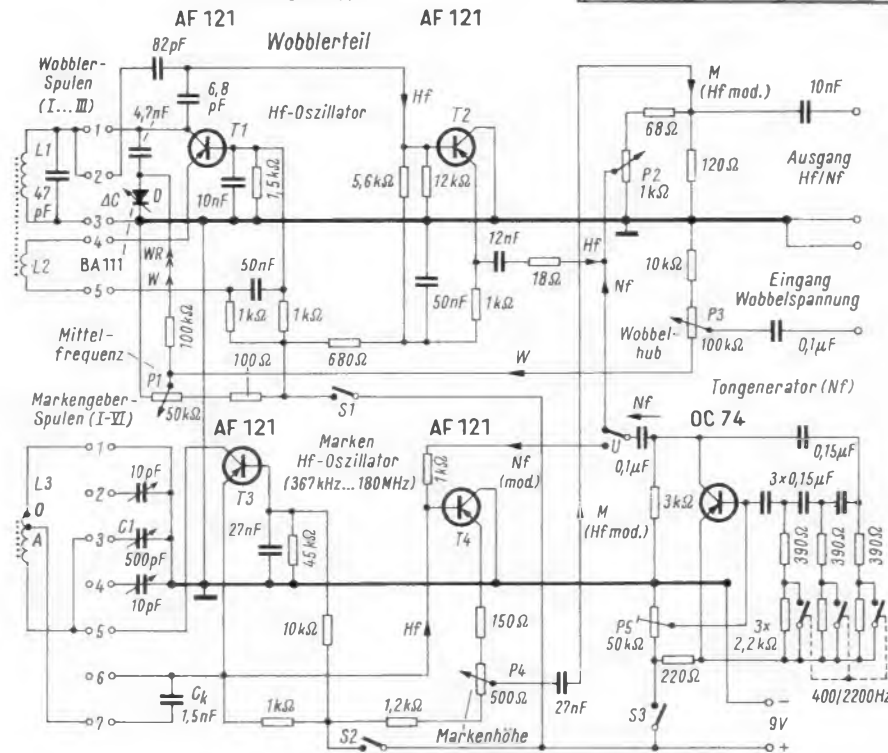
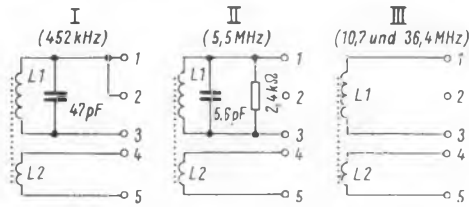
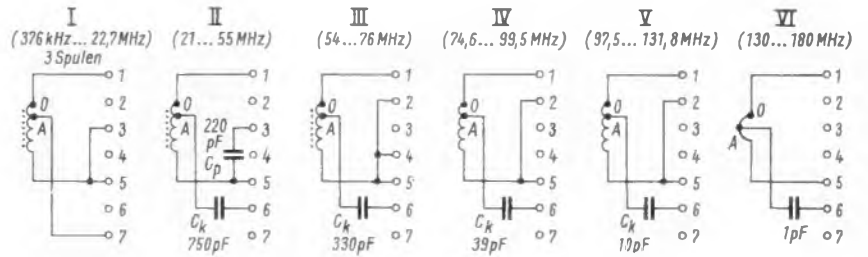

Bild 4. Gesamtschaltung des Wobblersenders und Markengebers
Bild 5. Schaltung der Spulen für den Wobler
Bild 6. Schaltung der Spulen für den Markengeber
Die Schaltung (Bild 4) gliedert sich also in drei Teile: Wobbler, Markengeber und Tongenerator. Der Wobbler hat vier Bereiche, mit denen die AM-Zwischenfrequenz (452 kHz), die Fernseh-Ton-Zwischenfrequenz (5,5 MHz), die FM-Zwischenfrequenz (10,7 MHz) und die Fernseh-Bild-Zwischenfrequenz (36,4 MHz, Mittelfrequenz) gewobbelt werden können. Die Dimensionierung der Spulen L1 und der zugehörigen Bauteile ist so ausgelegt, daß sich in jedem Bereich der notwendige Hub ergibt. Die Voreinstellung der Mittelfrequenz erfolgt durch den Eisenkern der Spule L1 (Bild 5).
L 1 ist die Kreisspule des Schwingkreises, der die Mittelfrequenz des Wobblers erzeugt. Die Dimensionierung jeder Spule für jeden Woblerbereich ist aus der Tabelle 1 ersichtlich; die Schaltung des Spulenteiles ist in Bild 5 gezeichnet. L 2 ist die Rückkoppelwicklung für die Schwingungserzeugung und liegt neben dem kalten Ende der Wicklung L 1 (auf richtige Polung achten!). Wird der Wobler mit dem Schalter S 1 (und der Markengeber mit dem Schalter S 2) abgeschaltet, so kann der Tongenerator allein mit dem Schalter S 3 eingeschaltet werden. Das Gerät liefert dann nur eine am Potentiometer P 2 einstellbare NF-Spannung mit zwei wählbaren Frequenzen. Die gewünschte U entweder an den Ausgang oder an den Markengeber geschaltet. Der Markengeber kann also bei Verwendung als Hf-Meßsender moduliert werden. Der Modulationsgrad ist auf etwa 30 % eingestellt.
Der Markengeber stellt praktisch einen Meßsender dar. Er besitzt acht Bereiche. Vier dieser Bereiche (1...4) sind speziell für die Frequenzmarkierung beim Wobbeln vorgesehen. Die zugehörigen Spulen sind deshalb im Spulenrevolver in dieselben Raststellungen eingesetzt wie die vier Spulenteile der Wobler. Die restlichen vier Bereiche (5...8) sind nur zur Verwendung als Meßsender bestimmt. L 3 ist die jeweilige Kreisspule des Markengebers. C 1 ist ein AM/FM-Mehrfachdrehkondensator (2 × 500 pF und 2 × 10 pF). Im Muster wurde ein NSF-Erzeugnis verwendet, wobei ein 500-pF-Paket unbenutzt bleibt. Für die unteren Frequenzbereiche (1...4) wird das 500-pF-Paket verwendet, für die oberen Frequenzbereiche (5...8) werden die 10-pF-Pakete benutzt. Die jeweiligen Anschlüsse der Drehkondensatoren sind der Spulentabelle des Markengebers (Tabelle 2) bzw. der Schaltung (Bild 4) zu entnehmen; die Anschlüsse der Spulen sind in Bild 6 dargestellt.
1) Alle Spulen mit 5 mm Durchmesser – 2) mit Hf-Eisenkern – 3) Koppelkondensator Ck im Oszillatorteil (s. Bild 4) – 4) mit Verkürzungskondensator 220 pF (s. Bild 6) – 5) Drahtbügel 5 mm Durchmesser (s. Text).